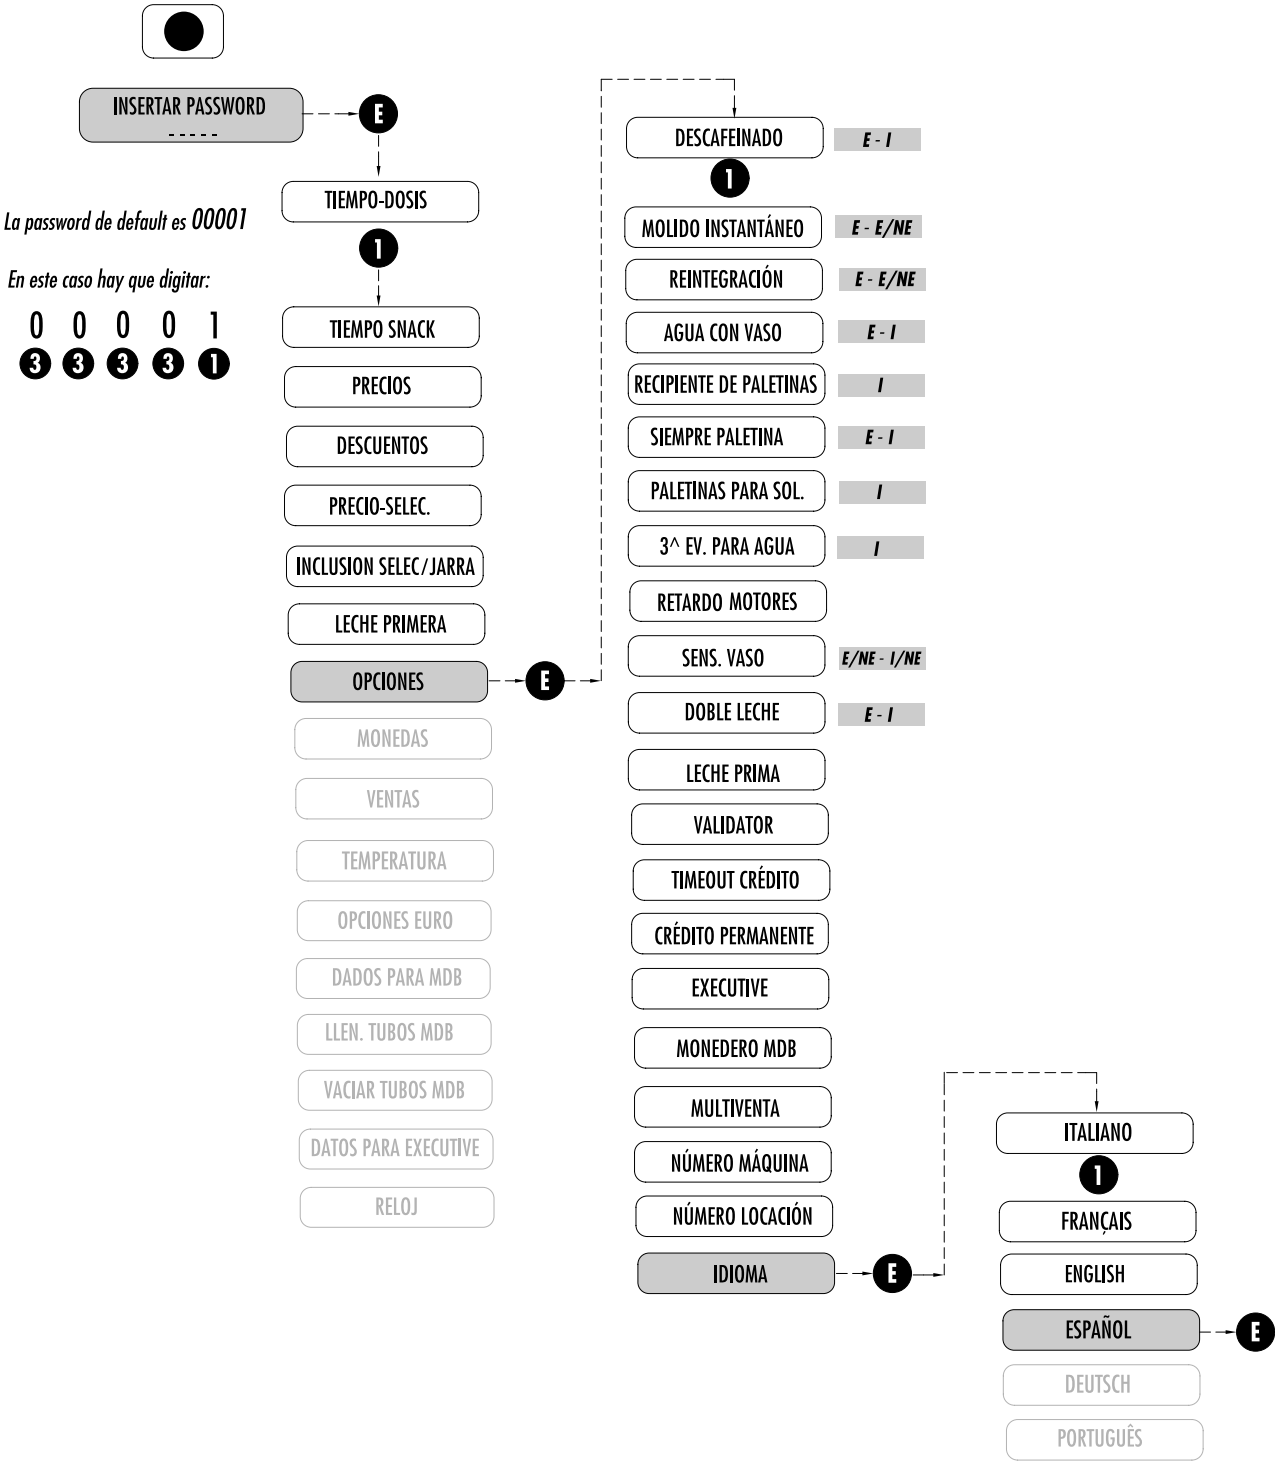

Fig. 7.2
- el mensaje del display puede seleccionarse entre cuatro idiomas diferentes, según las necesidades del usuario (Fig. 7.2) (con predisposición Hardware que se puede expandir a ocho idiomas).